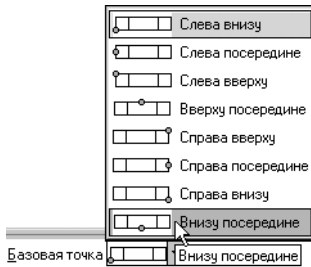

Рис. 38.14.
- Из раскрывающегося списка **Базовая точка** на Панели свойств выберите вариант **Внизу посередине** (рис. 38.14).